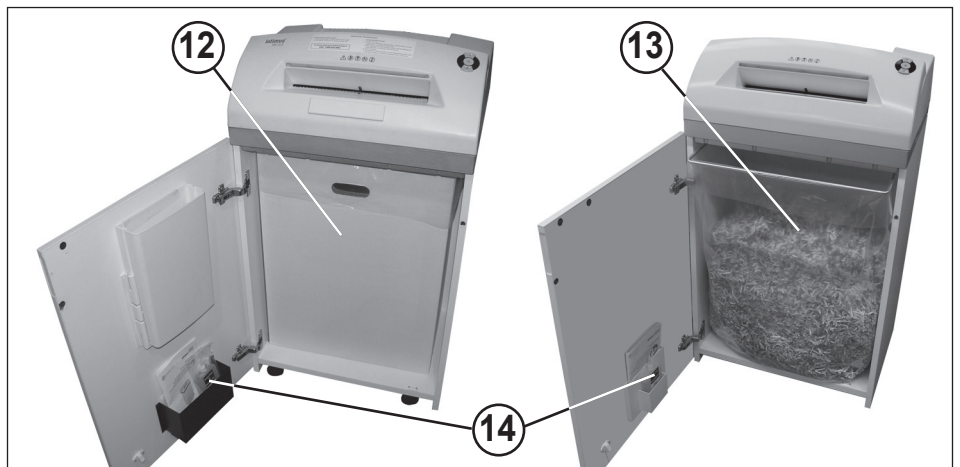

fig. 4
12 = Bac collecteur (fig. 4)
13 = Sac collecteur pour papier (fig. 4)
14 = Récipient d'huile (fig. 4)
VIDER LE BAC COLLECTEUR / SAC COLLECTEUR POUR PAPIER (fig. 4) :
Ouvrir la porte. Le voyant de contrôle (8) s'allume et le voyant LED de la touche de marche arrière (4) ainsi que le voyant de contrôle (7) **clignotent**. Retirer le récipient d'huile (14) (fig. 4) de son support dans la porte et refermer la porte.